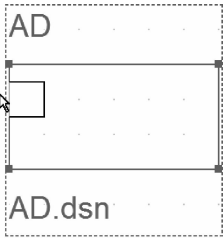

图 6-43 移动图样入口
3. 此时，在工作区出现一个随着鼠标移动的图样入口，附着图样入口的鼠标只能在方块电路图内部移动，选择要放置的位置，单击鼠标，引脚放在图表符的矩形框里，如图 6-43 所示。